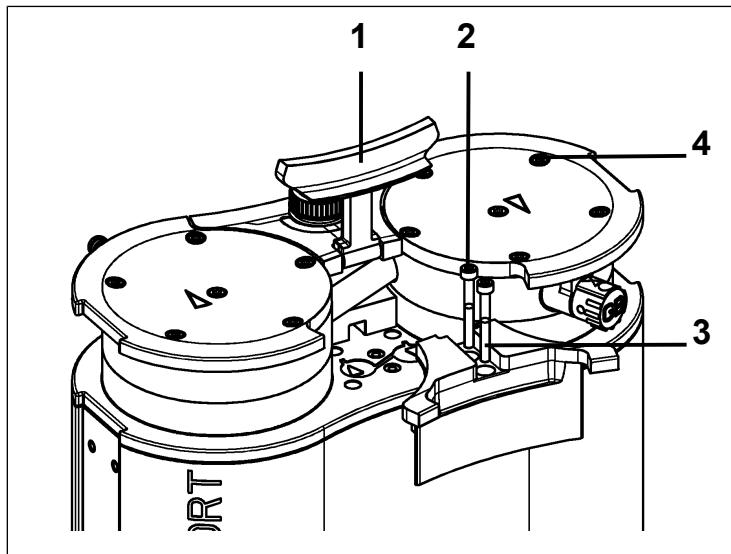

Fig. 8: Démonter le cache
1. Mettez la poignée (1/Fig. 8) en position verticale.
2. Desserrez les vis (2/Fig. 8) du cache (3/Fig. 8).
3. Retirez le cache (3/Fig. 8).
4. Desserrez les vis extérieures de la tête (4/Fig. 8).
1. Marquez la plaque supérieure (2), le couvercle (3), la culasse (6) avec un trait de crayon continu. Cela permet d'éviter que les pièces ne soient mal assemblées par la suite.
2. Desserrez les vis extérieures (4/Fig. 8) des têtes de la pompe.
1. Amenez les membranes (7) dans la position centrale.
2. Appuyez tout autour du bord de la membrane (7). Appuyer sur la membrane (7) uniquement sur une tête de pompe.
3. Placez la culasse (6) avec les plaques soupapes/joints (4) sur le support en fonction du trait de crayon.
4. Placez le couvercle (3), conformément à la goupille d'ajustage (5), sur la culasse (6).
5. Placez la plaque supérieure (2) sur le couvercle en fonction du trait de crayon.
7. Serrez la vis (1) au milieu de la plaque de pression (couple de serrage : 1 Nm).
9. Positionnez les têtes (composées du couvercle (3), de la culasse (6) avec plaques soupapes/joints (4) et de la plaque supérieure (2)) avec le tuyau de raccordement sur le corps de pompe en fonction du trait de crayon.
10. Montez le cache de poignée (3/Fig. 8).
11. Serrez les vis (2/Fig. 8) du cache de poignée (3/Fig. 8) (couple de serrage : 2 Nm).